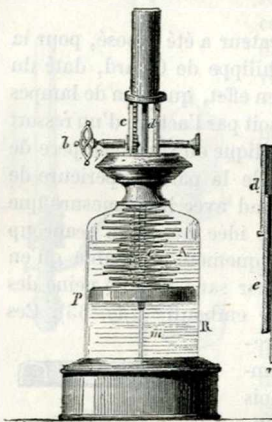

Fig. 66.
5. Dans la lampe à modérateur (fig. 66), le réservoir A